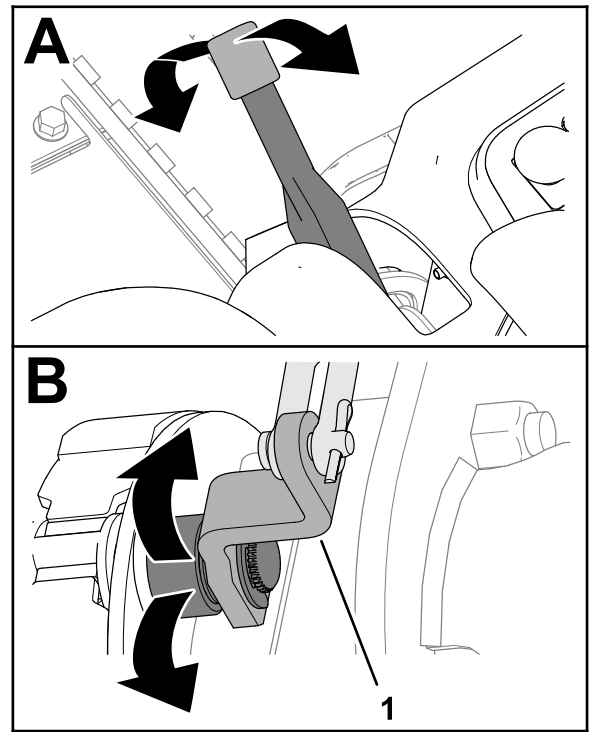

Figure 81
2. Levez et baissez le levier du frein de stationnement pour vérifier que le levier du levier de came du frein peut bouger librement (Figure 81).